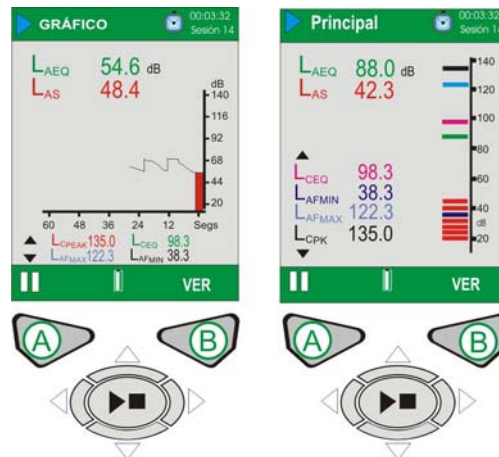

Figura 13 Pantallas de Operación del CEL-620A
CEL-620A (Consultar la Figura 13). Los valores de banda ancha se pueden ver en forma de gráfico de barras en la pantalla Principal, o en forma de historial gráfico de tiempo en la pantalla Gráfico. Pulse la tecla Vista (B) para cambiar entre las pantallas Gráfico y Principal.